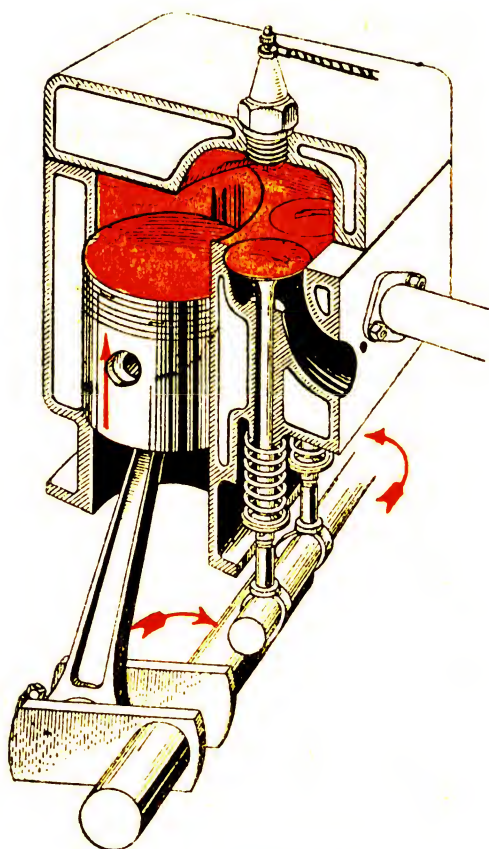
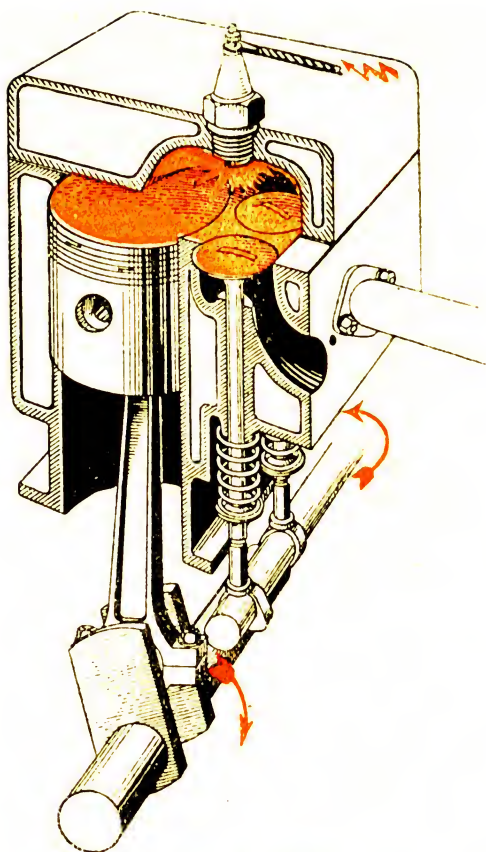

Рис. 4. Сув стиску.
Рис. 5. Запал.
2. **Сув стиску або компресія**. Обертаємо корбою дальше в тім самим напрямі. Толоч рухається вгору, обидва хлипаки зачинені (рис. 4). Толоч стискає зассану в першому суві суміш в дуже малий простір між толоком і головою циліндра. Суміш нагрівається до 200°C і осягає тиск 7 до 12 атмосфер. В горішньому мертвому положенню толока (рис. 5) електрична іскра запалює суміш, яка вибухає.